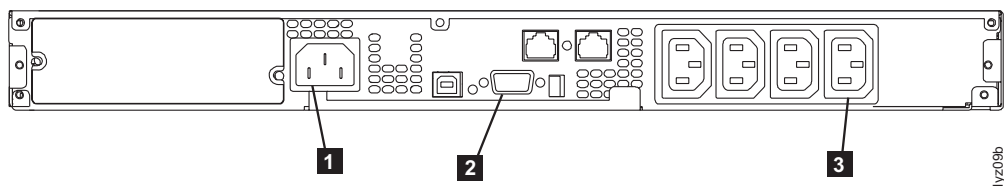

図 238. 2145 UPS-1U (背面図)
9. 2145 UPS-1U の背面で、SAN ボリューム・コントローラーの電源ケーブルを負荷セグメント 2 コンセント (280 ページの図 238 の **3**) に接続します。該当する場合は、電源ケーブル保持ブラケット (図 237 に示す) をインストールします。
10. SAN ボリューム・コントローラー シグナル・ケーブルを通信ポート (280 ページの図 238 の **2**) に再接続します。
11. 2145 UPS-1U の主電源ケーブルを再接続します。この再接続は、電力配分装置または冗長 AC 電源スイッチ のいずれかから、入力コネクタ (図 238 の **1**) への接続です。
これで、2145 UPS-1U は待機モードになり、SAN ボリューム・コントローラーがオフラインになるはずですが、図 238 に示されているすべてのインディケータがオフになります。